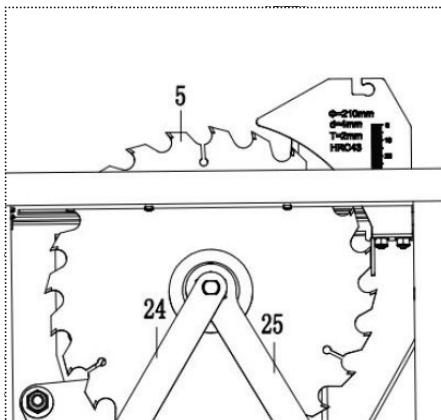

Рис. 13
24. Гаечный ключ (рис. 13)
25. Гаечный ключ (рис. 13)
Используйте гаечный ключ (24) и (25), чтобы снять пильный диск. Ослабьте гайку против часовой стрелки и выньте пильный диск (рис. 13).